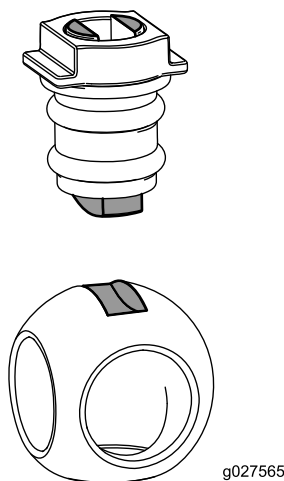

Figura 79
6. Introduceți bila în corpul supapei (Figura 79).
Notă: Tija supapei trebuie să se potrivească în interiorul fantei de acionare a bilei. Dacă tija supapei nu se potrivește, reglăi poziția bilei (Figura 79).